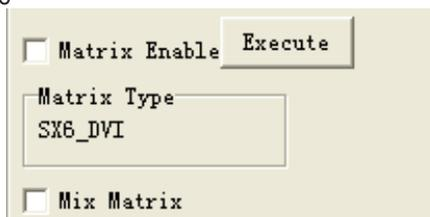

Рис. 6
1) Выберите: «соединение матриц» и выберите входной канал матрицы. Интерфейс представлен на рис. 6